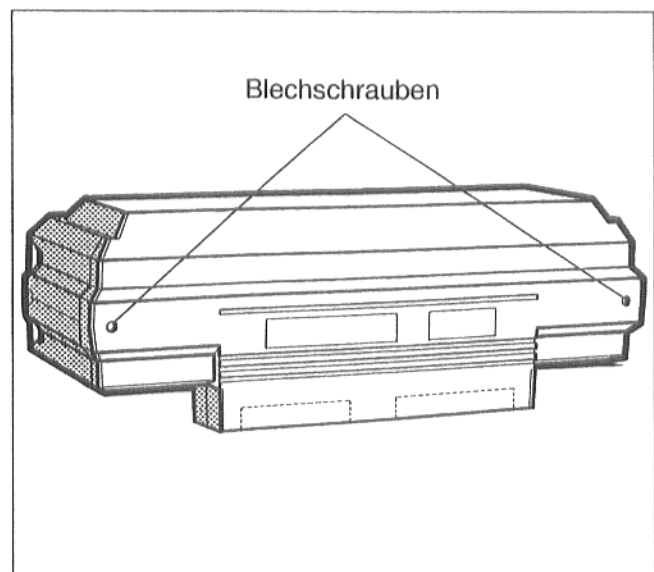

Abb. 51
- Die zwei Blechschrauben in der Klemmenabdeckhaube lösen. Klemmenabdeckhaube leicht nach oben kippen und dann nach hinten entfernen (Abb. 51).